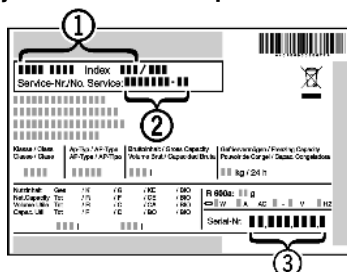

Fig. 63
- Ierīces nosaukumu Fig. 63 (1), servisa Nr. Fig. 63 (2) un sērijas Nr. Fig. 63 (3) nolasiet datu plāksnītē. Datu plāksnīte atrodas ierīces iekšpusē pa kreisi.